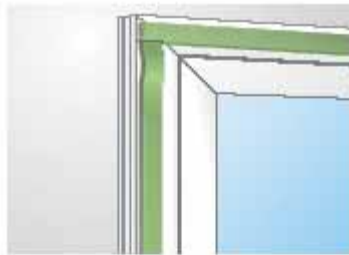
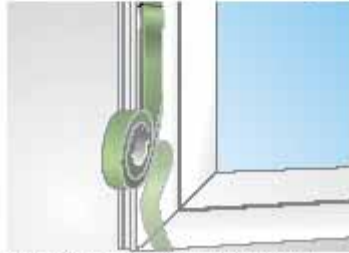

Bild 1: Eckauslegung bei der Fenstermontage
Bild 3: Stumpfstoß bei der Fenstermontage
Das Fugendichtband **darf nicht um Rahmenecken geführt** werden (Bild 1). Die Bänder müssen immer stumpf gestoßen werden (Bild 3).
- Die Folien werden mit der Selbstklebung so auf den Fensterrahmenrücken geklebt, dass die Dehnfalte mit der Rahmeninnenfläche abschließt (Bild 1).
- Die Schutzfolie auf der Gegenseite abziehen und in der Flucht des Blendrahmens auf den Untergrund aufkleben und sorgfältig mit Hilfe einer Andruckrolle anrollen (Bild 3 und 4).